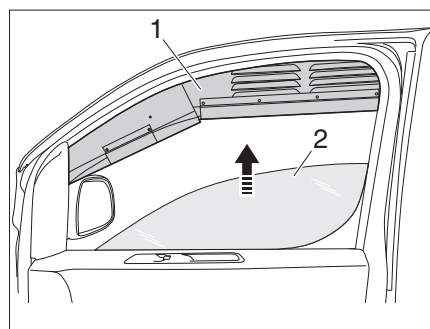

Fig. 9 Applicazione delle griglie di aerazione
- ▷ La griglia di aerazione (Fig. 9,1) viene riposta nella tasca del divanetto.
- Abbassare il vetro del veicolo (Fig. 9,2).
- Applicare la griglia di aerazione (Fig. 9,1) in alto nel telaio della finestra.